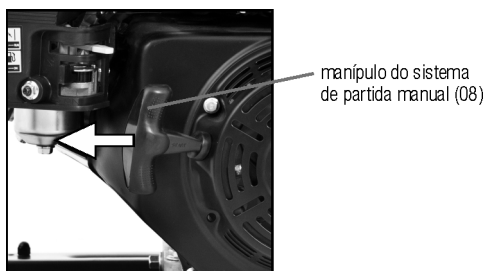

Fig. 22 – Manipulo do sistema de partida
- Puxe o manípulo de partida (fig. 22) até sentir uma resistência e, em seguida, puxe-o fortemente para dar a partida no motor.